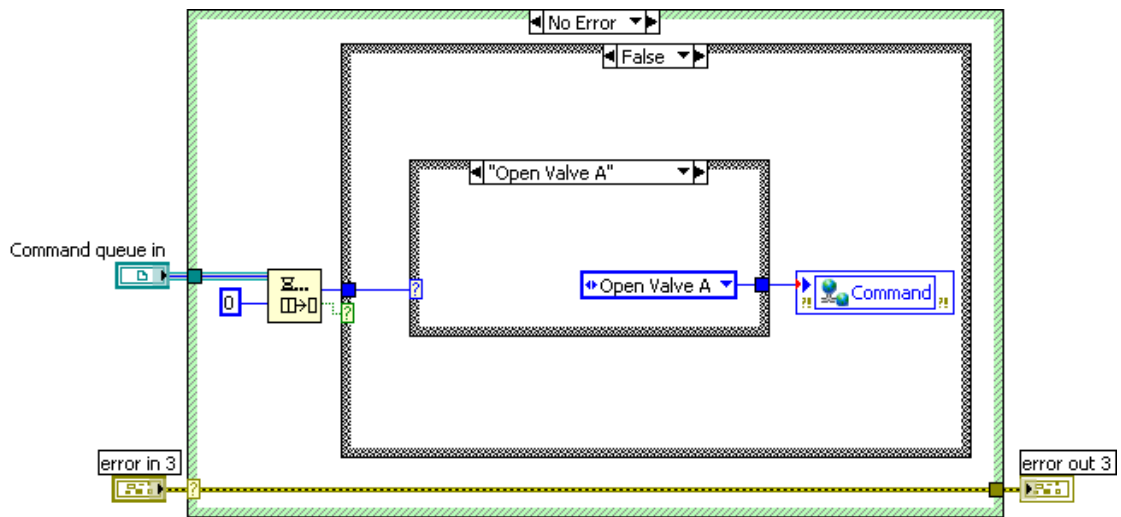

图7.13. Command Handler SubVI
4. 打开HMI Command Handler subVI。此VI负责为实时控制器发送任意指令至网络。UI页中队列的命令出列，使用“Command”网络变量分别发送至控制器的命令寄存在实时控制器上。创建图7.13所示的框图，包括一个发送每条指令的case及一个“Do Nothing”命令的默认case。